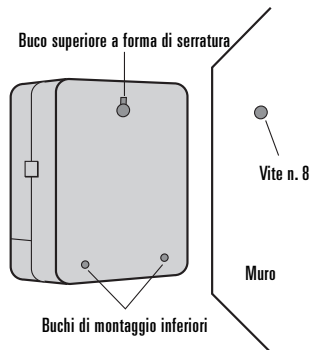

Figura 23: Montaggio del timer
- Far scivolare l’asola della chiavetta sul retro del timer sopra la vite esposta. [Vedere la Figura 23]